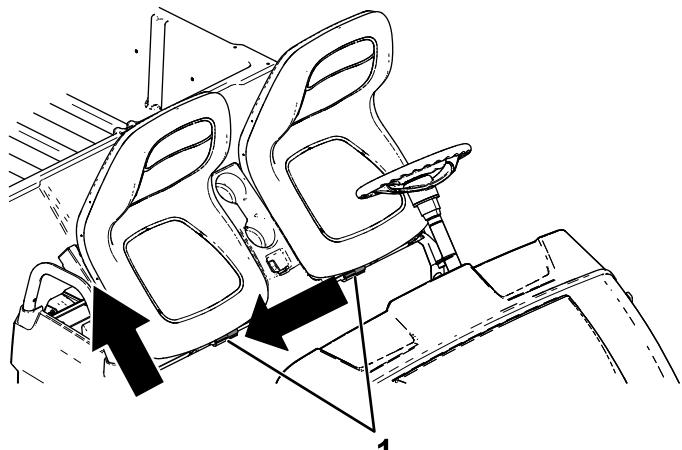

Figura 2
2. Deslize o conjunto do banco para o lado, afastando dos pinos, e levante o conjunto do banco para cima (Figura 2).